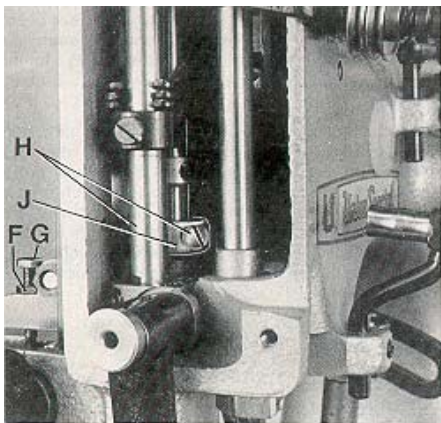
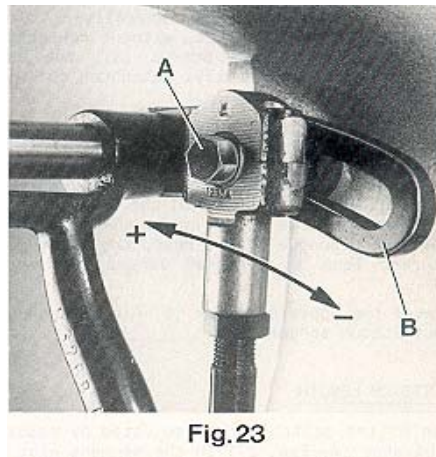

Fig. 22
Fig. 23
For setting the small gap between the feed dogs loosen nut (F, Fig. 22). Turning in screw (G) increases the gap, turning it out decreases the gap. Retighten nut (F).
For matching the upper feed dog travel with the lower feed dog travel loosen screw (A, Fig. 23). Moving the ball link in the slot of rocker lever (B) to the front decreases the upper feed dog travel, moving it to the rear increases the travel. Retighten screw (A).
For adjustment loosen the two screws (H, Fig. 22) and raise the supporting yoke (J) when the upper feed dog should lift more, or lower it when it should lift less. Retighten screws (H).
Para ajustar la pequeña brecha dentro del alimentador, suelte la tuerca (F, Fig. 22). Girando el tornillo (G) hacia adentro aumenta la brecha, hacia afuera la disminuye. Apriete la tuerca (F) de nuevo. Para ajustar el movimiento del diente superior con el diente inferior, suelte el tornillo (A, Fig. 23). Moviendo la junta esférica en la ranura de la palanca de accionamiento (B) hacia el frente disminuye el movimiento del alimentador superior, moviéndolo hacia atrás lo incrementa. Apriete de nuevo el tornillo (A).
Para ajuste, suelte los dos tornillos (H, Fig. 22) y levante el soporte (J) cuando el diente alimentador superior deba subir mas, o bájelo cuando deba bajar mas. Apriete los tornillos (H).
Regulando los anillos (C, Fig. 23) en la barra derecha e izquierda del pie prensatela, que sirven como soporte para los muelles, se puede variar la presión. Subiendo los anillos aumenta la presión, bajándolos disminuye la presión.